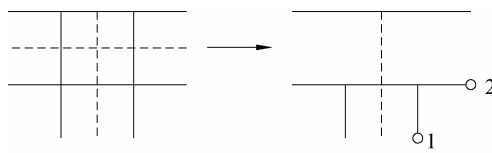

图 4-13 “T 形打开”工具
(5) T 形打开: 用于在两条多线之间创建打开的 T 形交点。将第一条多线修剪或延伸到与第二条多线的交点处, 如图 4-13 所示。